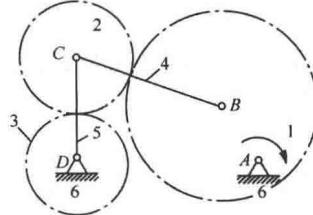

图 1-3-3
3. 图 1-3-3 所示齿轮—连杆组合机构。已知齿轮 1 为主动件，转向为顺时针；齿轮 3 为从动件。
解: (1)由图 1-3-3 可知, 该机构中 C、D 处均为复合铰链, 且活动构件数目 $n=5$, 代入公式可得自由度为